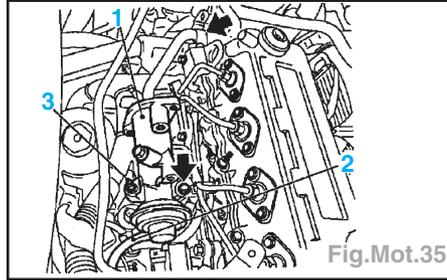

Fig.Mot.35
de recyclage des gaz d'échappement (1) et la conduite (2) (Fig.Mot.35),